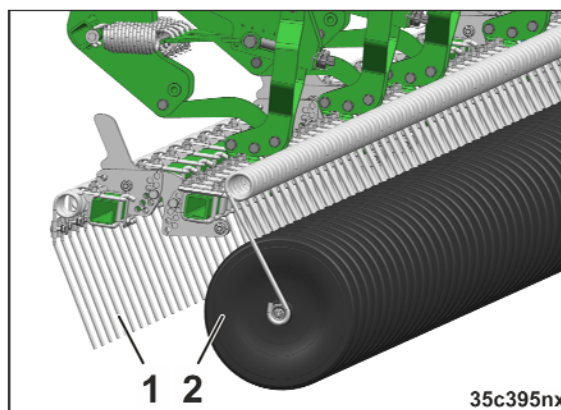

Bild 89
- efterpinnarna (Bild 89/1)
- tryckhjul (Bild 89/2).